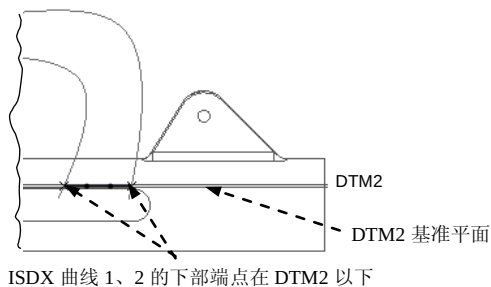

图 8.9.23 ISDX 曲线 1、2 的下部端点在 DTM2 以下
- ISDX 曲线 1 和 ISDX 曲线 2 的下部的两个端点必须在 DTM2 基准平面以下, 如图 8.9.23 所示, 否则无法将曲线的两个端点拖到 ISDX 曲线 1、2 上。
(6) 设置 ISDX 曲线 4 的两个端点的法向约束。
① 选取 ISDX 曲线 4 的左端点, 单击操控板上的 **相切** 选项卡, 在弹出的界面的 **约束** 区域下的 **第一** 下拉列表中选择 **法向** 选项, 选择 CENTER 基准平面作为法向平面, 在 **长度** 文本框中输入切线的长度值 10.0, 并按回车键。